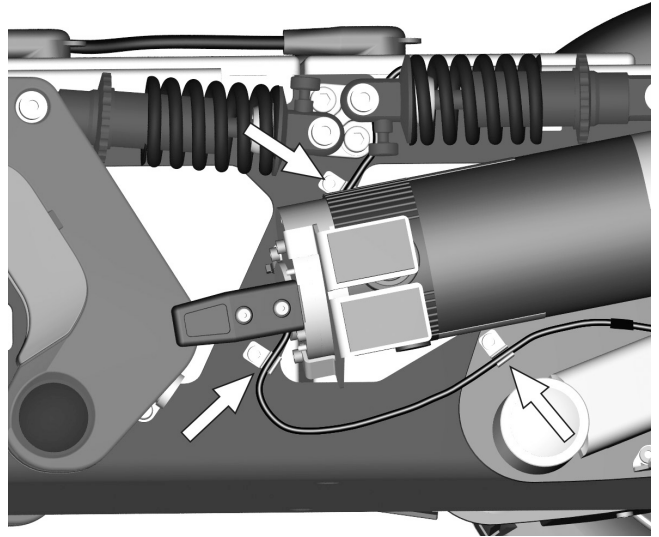

Abbildung 129. Das Kabel wird mit drei Kabelhaltern an der linken Fahrgestellseite montiert.
6. Kabel von ihren Kabelhaltern an der linken und rechten Fahrgestellseite abmontieren. Siehe Abbildung. 129.